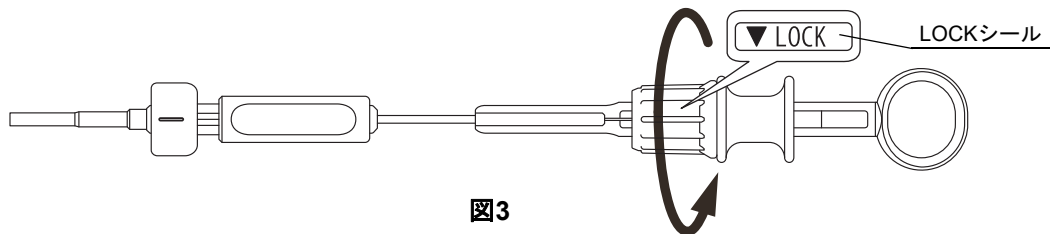

図3
2. スライダーを引き、開閉ロックをスライダーに突き当て、開閉ロックをLOCKシールの矢印の向きに回転させます。開閉ロックがスムーズに回転し、ロック後にスライダーを押しても前へ動かないことを確認します（図3参照）。